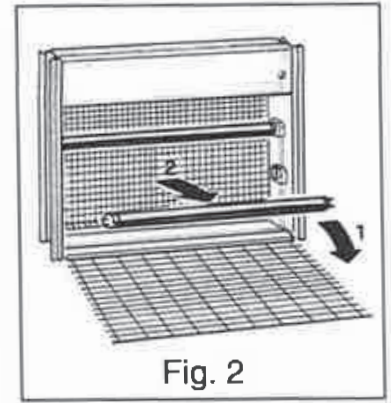

Fig. 2
2. Verwijder de zwarte beschermroosters (zie Afb. 2) en vervang vervolgens de lampen.